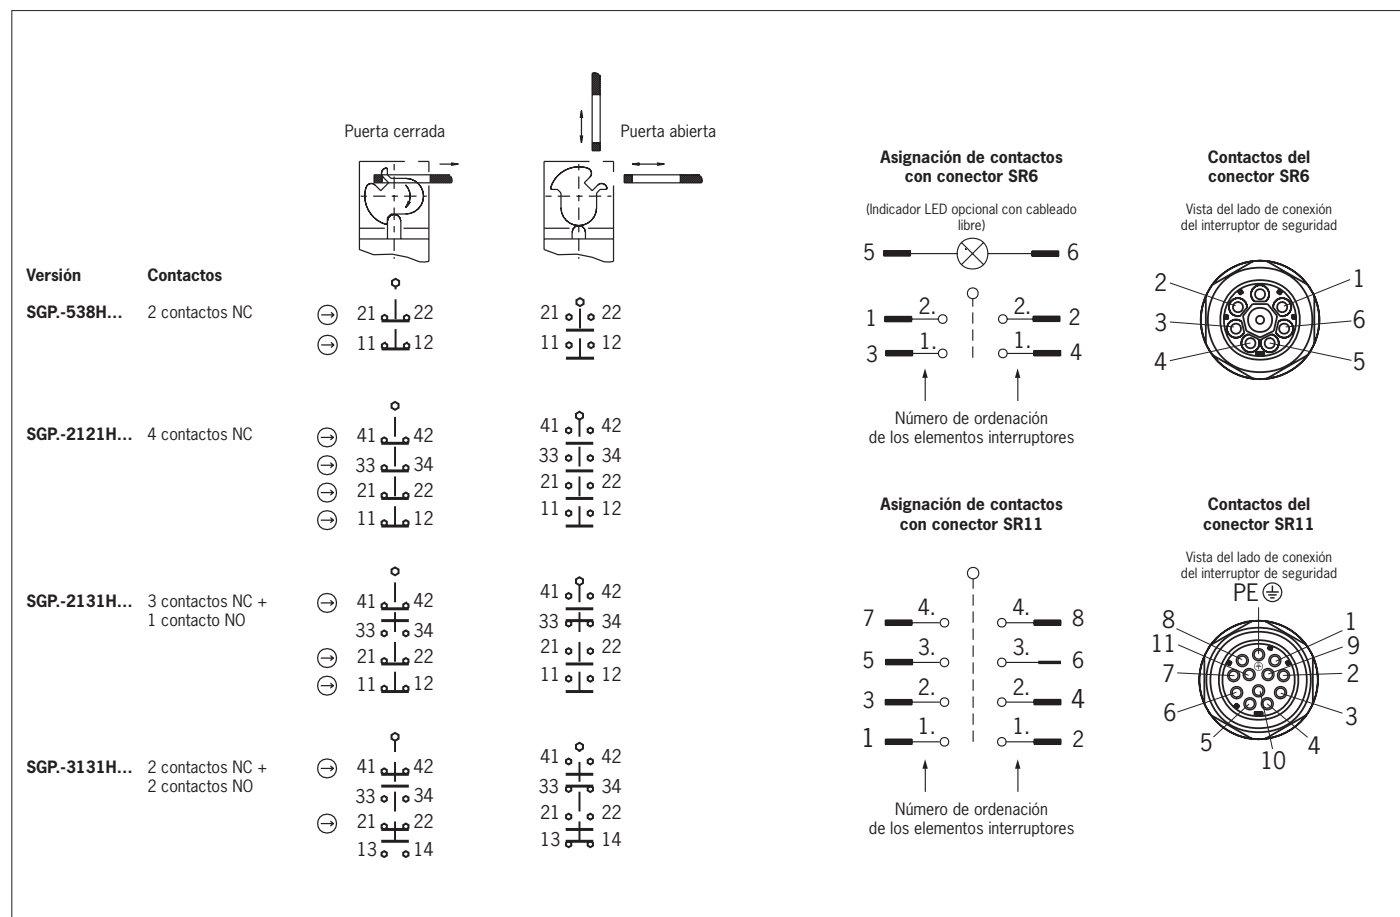

Fig. 2: Elementos interruptores y funciones de conmutación
Debe usarse como mínimo un contacto \rightarrow . Este señala la posición del resguardo (para la asignación de contactos, consulte la Fig. 2).
3. Apriete las conexiones y los bornes con 0,5 Nm (para la asignación de contactos, consulte la Fig. 2).